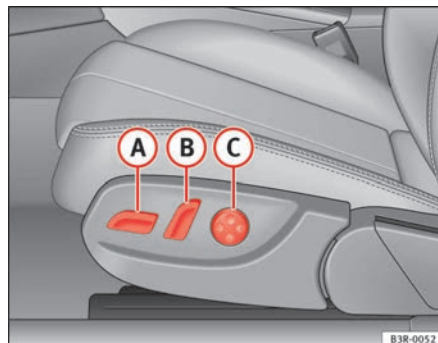
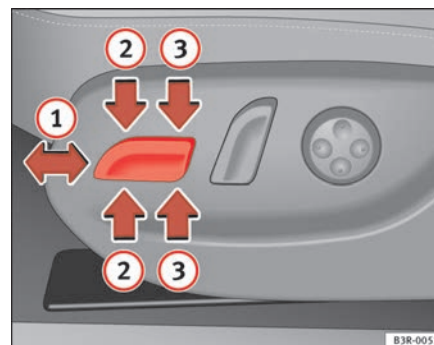

Fig. 105 Asiento delantero: Mandos para el ajuste
Fig. 106 Asiento delantero: Mandos para el ajuste de los asientos
- Desplace el mando **A** ⇒ fig. 105 hacia adelante o hacia atrás **1** ⇒ fig. 106 ⇒ **!**.